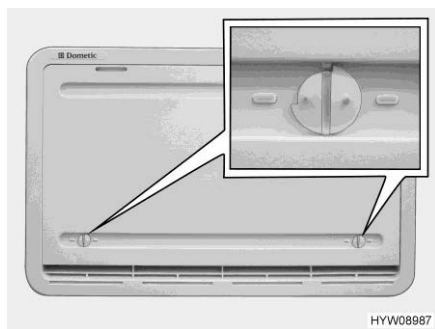

Fig. 241 Copertura invernale
Se il funzionamento del frigorifero avviene a basse temperature esterne, il produttore consiglia l'utilizzo di una copertura invernale (Fig. 241) per la griglia di aerazione del frigorifero.
- Aprire entrambi i bloccaggi (Fig. 241), la scanalatura risulterà orizzontale.